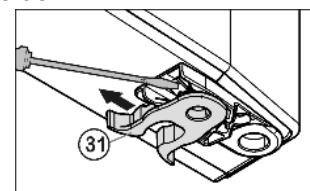

Fig. 11
- ▶ Premiestnite Fig. 11 (31) pružinovú zvierku: Zaisťovací jazýček potlačte nadol, ponad ňu stiahnite pružinovú zvierku.